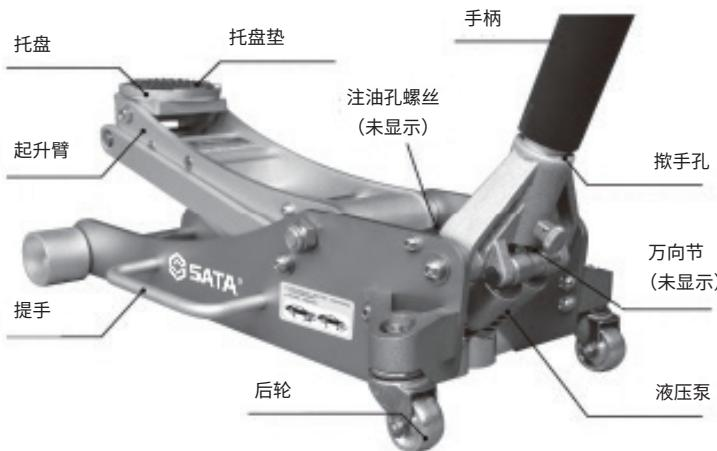

图1
- 2) 将手柄塞进手孔（见图 1）。
- 3) 逆时针方向转动手柄（见图 1），打开回油阀。